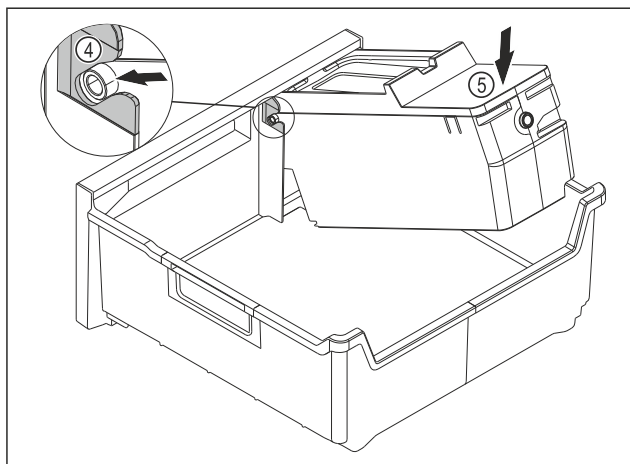

Fig. 109
- EasyTwist-Ice-Korpus montieren: Achsen des EasyTwist-Ice-Korpus in die Führungen Fig. 109 (4) einschieben.
- EasyTwist-Ice-Korpus Fig. 109 (5) hinten nach unten drücken.